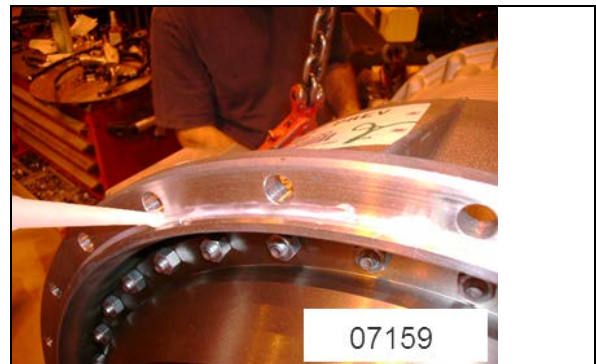

FIGURE 12: APPLICATION DE SILICONE AU CARTER DE BOÎTE DE VITESSES
8. Appliquer un silicone clair (Prevost #680457 ou équivalent) autour de l'arête du carter de la boîte de vitesses (Figure 12: Application de silicone au carter de boîte de vitesses).